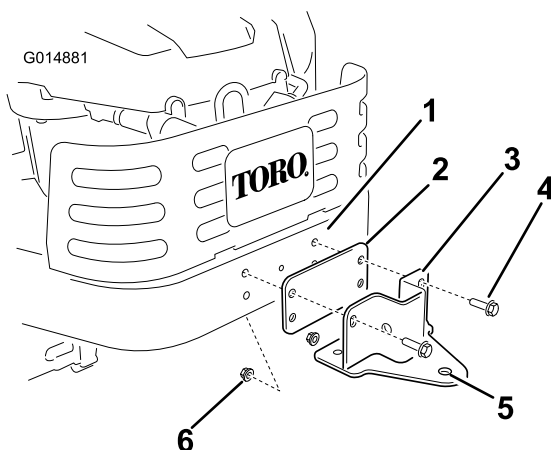

Figure 10
1. Trouvez la plaque intermédiaire de support du bâti ainsi que le support dans les pièces détachées. Montez la plaque et le support sur le châssis de la machine comme illustré (Figure 10). Fixez la plaque et le support au châssis avec deux boulons (5/16 x 1 po) et deux contre-écrous (5/16 pouce).